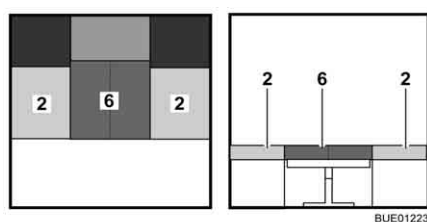

Fig. 100 Après la transformation
- Déplier le coussin supplémentaire (Fig. 100,6) et le placer entre les coussins d'assise (Fig. 100,2).